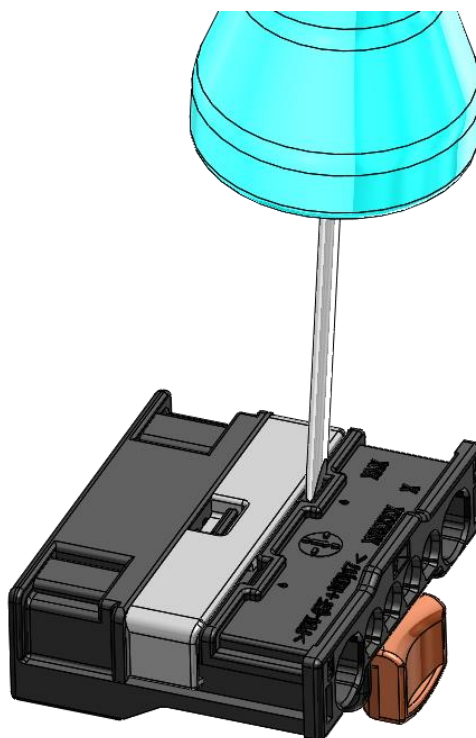

Figure 47 TPA removal - using a flat head screwdriver /
There is no specific TPA removal tool, so insert a flat head screwdriver, 2.0mm wide and 0.5mm thick, in a space between connector and TPA, for both male and female connectors (Figure 47). All connectors have two TPA removal tool slots marked with a teardrop (♠) each.
*Il n'y a pas d'outil spécifique pour ouvrir le double verrouillage, il est possible d'insérer un tournevis plat, d'une largeur de 2.0mm et épaisseur de 0.5 mm, dans l'espace entre le boîtier et le double verrouillage, pour le porte-languettes et le porte-clips (figure 47). Tous les boîtiers ont deux fentes marqués par une goutte d'eau (♠).*